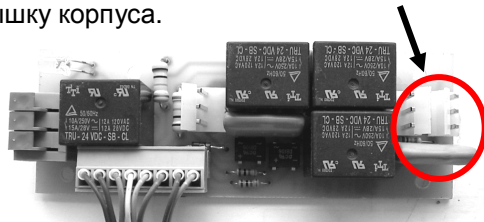

Рисунок 5. Релейный модуль Байпаса. Внешний вид
- переставить розетку (см.рис.5 помечено кругом) на плате Байпаса;